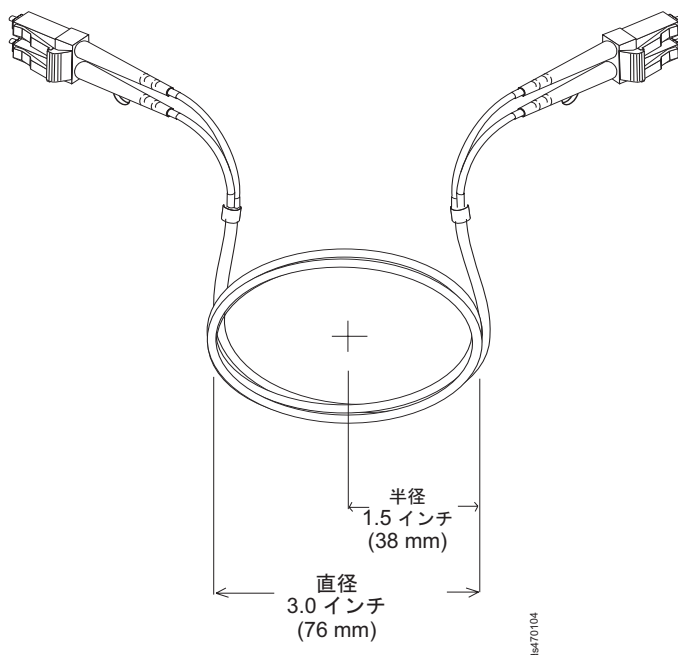

図 19. 光ファイバー・ケーブルの曲げおよびループに関する推奨仕様
- 余分な、または未使用の光ファイバー・ケーブルを保管するときは、ケーブルを直径 76 mm (3 インチ) 未満または半径 38 mm (1.5 インチ) 未満に曲げないでください。また、ケーブルを折り返さないでください。 52 ページの図 19 を参照してください。